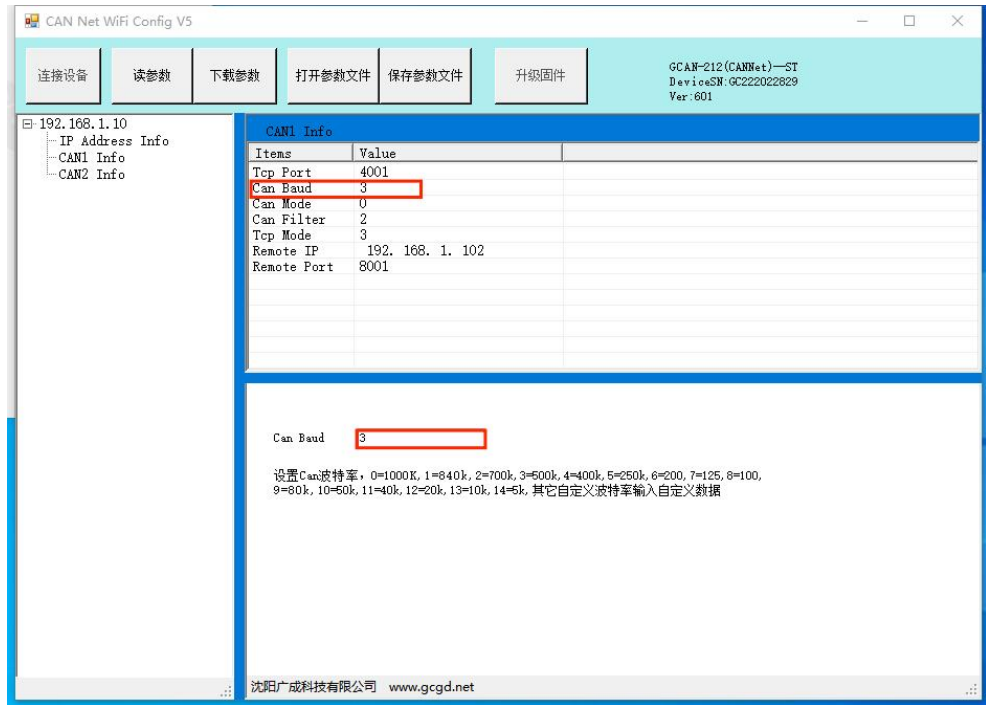

图 1-4 CAN Baud 设置
- 1、在设置窗口中，首先点击【读参数】读取 CAN 中的配置信息，然后点击 CAN1 info，设置【CAN Baud】为 3，即 500Kbps 如图 1-4 所示